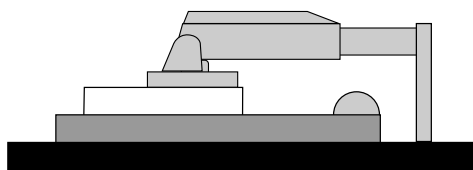

Figura S.1
3. Sitúe el monitor boca abajo en una superficie no abrasiva (**Figura S.1**).